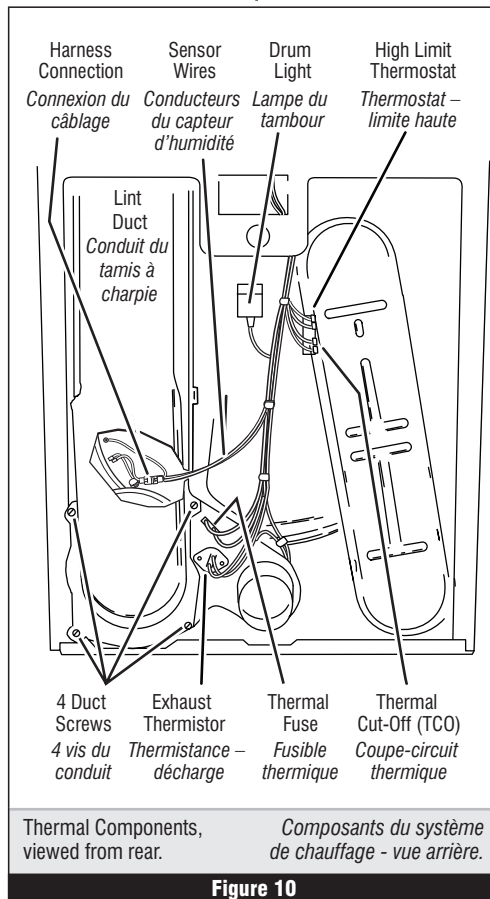

Figure 10
À l'aide de la figure 2, page 5 et de la figure 10, page 9, repérer les composants.
5. Identifier le thermostat de limite haute; voir la figure 10, page 9. Contrôler la continuité à travers le thermostat : connecter l'instrument sur les broches rouge et bleue.
- Check wire connections at the machine control electronics and thermistor. See Accessing & Removing the Electronic Assemblies on page 13, and for thermistor location see figure 10.
2. Access the thermal fuse by first removing the back panel. See Removing the Back Panel, page 14; and for thermal fuse location see figure 10.
- Contrôler les branchements sur les broches du module de commande électronique de la machine et la thermistance. Voir Modules électroniques – Accès et dépose page 13, et la figure 10 pour l'emplacement de la thermistance.
2. Ôter le panneau arrière pour accéder au fusible thermique. Voir Dépose du panneau arrière, page 14, et la figure 10 pour l'emplacement du fusible thermique.
3. Using an ohmmeter, check the continuity across the thermal cut-off. See figure 10, page 9 for location.
- Remove four screws from bottom of the duct in rear. See figure 10, page 9.
3. À l'aide d'un ohmmètre, contrôler la continuité à travers le coupe-circuit thermique; voir sa position à la figure 10, page 9.
- Ôter quatre vis en bas du conduit à l'arrière. Voir figure 10, page 9.